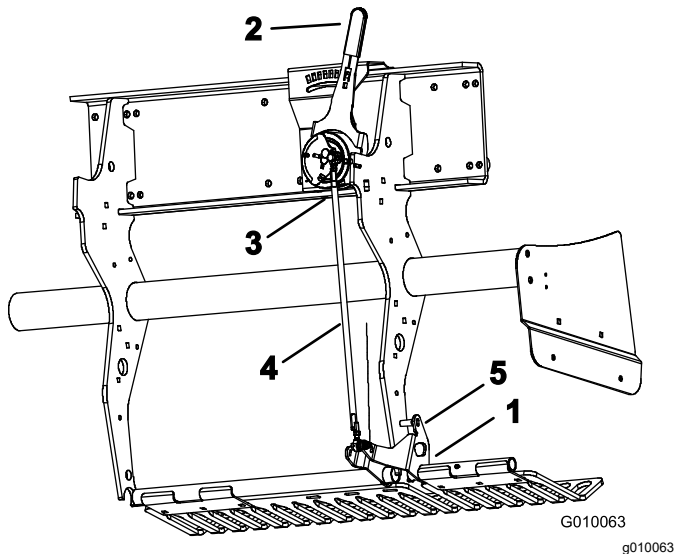

Figura 60
2. Ruotate la staffa di supporto della protezione per il tappeto erboso di sinistra (Figura 60) verso l'alto fino a quando non è possibile inserire un perno di bloccaggio, come un'asta di perforazione o un bullone da 8 mm (5/16"), tra la staffa e il tubo per l'impostazione della profondità saldato al telaio.
5. Allentate i controdadi (sinistro e destro) sul tirante di regolazione della profondità (Figura 60).
3. Spostate la leva di profondità delle fustelle (Figura 60) in posizione H (profondità massima).
4. Scollegate l'interruttore a sfera (Figura 60) dal cablaggio preassemblato (interruttore 'testa abbassata').